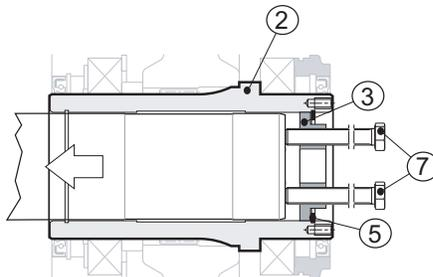

Fig. 17
Introducir en los dos orificios roscados presentes en el fondo (pos. 3) 2 tornillos (pos. 7). Apretarlos hasta que queden contra el eje de la máquina (pos. 1). Después seguir apretándolos de forma alterna, dando como máximo una vuelta cada vez (ver Fig. 17 (p. 26)).